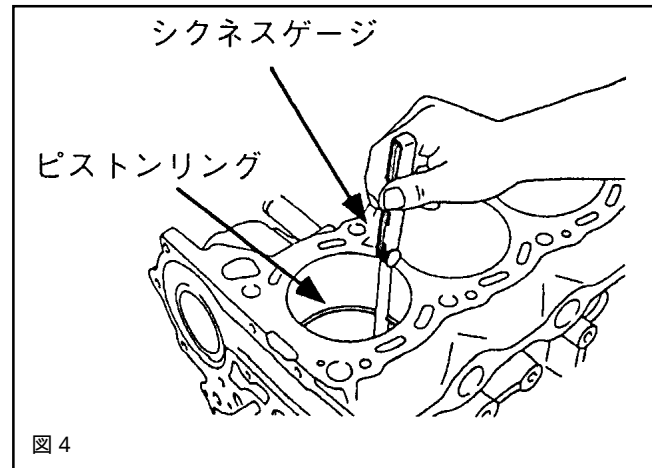

図 4
- 5 . 1 図4のようにピストンリングをポーリングされたシリンダの中間位置までピストンを利用して押し込み、シクネスゲージを用いて合い口隙間を測定してください。